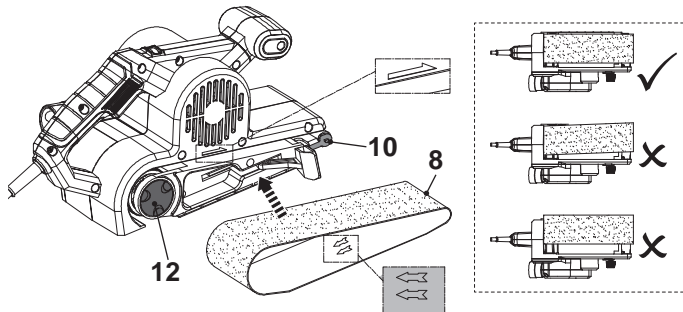

Fig. 2
2. Preste atención al sentido de giro indicado en el interior de la correa de lijado (8). Alinee la correa de lijado (8) según la dirección indicada en la carcasa del producto y deslícela sobre el rodillo delantero (10) y el rodillo motriz (12) (Fig. 2).